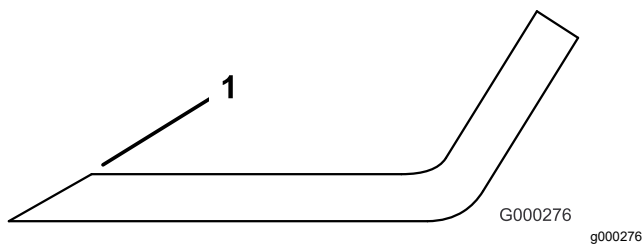

Bild 131
3. Prüfen Sie die Schnittkanten aller Messer und schärfen die Kanten, wenn sie stumpf sind oder Kerben haben (Bild 131).
Hinweis: Schärfen Sie nur die Oberseite der Schnittkante und behalten Sie den ursprünglichen Schnittwinkel bei, um die Schärfe des Messers zu gewährleisten (Bild 131). Das Messer bleibt ausgewuchtet, wenn Sie die gleiche Menge Metall von beiden Schnittkanten entfernen.